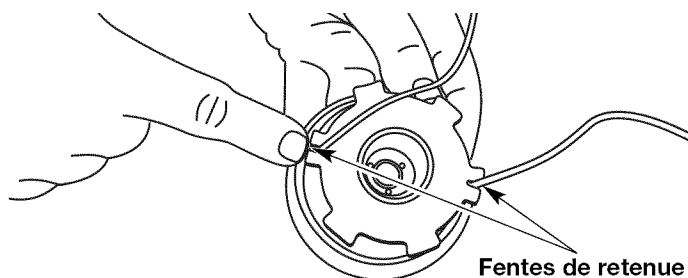

Fig. 34
12. Insérez les extrémités du fil dans les deux fentes de retenue (Fig. 34).